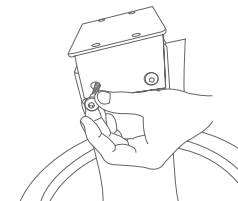

Fig. 7
STEP 7: Insert stud M6 (K) through top plate and holes on ottoman up-rights and use dome screw (2 pcs.) to tighten and lock top plate with cross ottoman. Fig. 7 shows finished ring ottoman.
STEG 7: Gjengebolt M6 (K) plasseres gjennom topplaten (H) og hullene på beina, og bruk begge møbelknappene (J) for å låse topplaten fast til beina. Fig. 7. viser den ferdige taburett ringen.